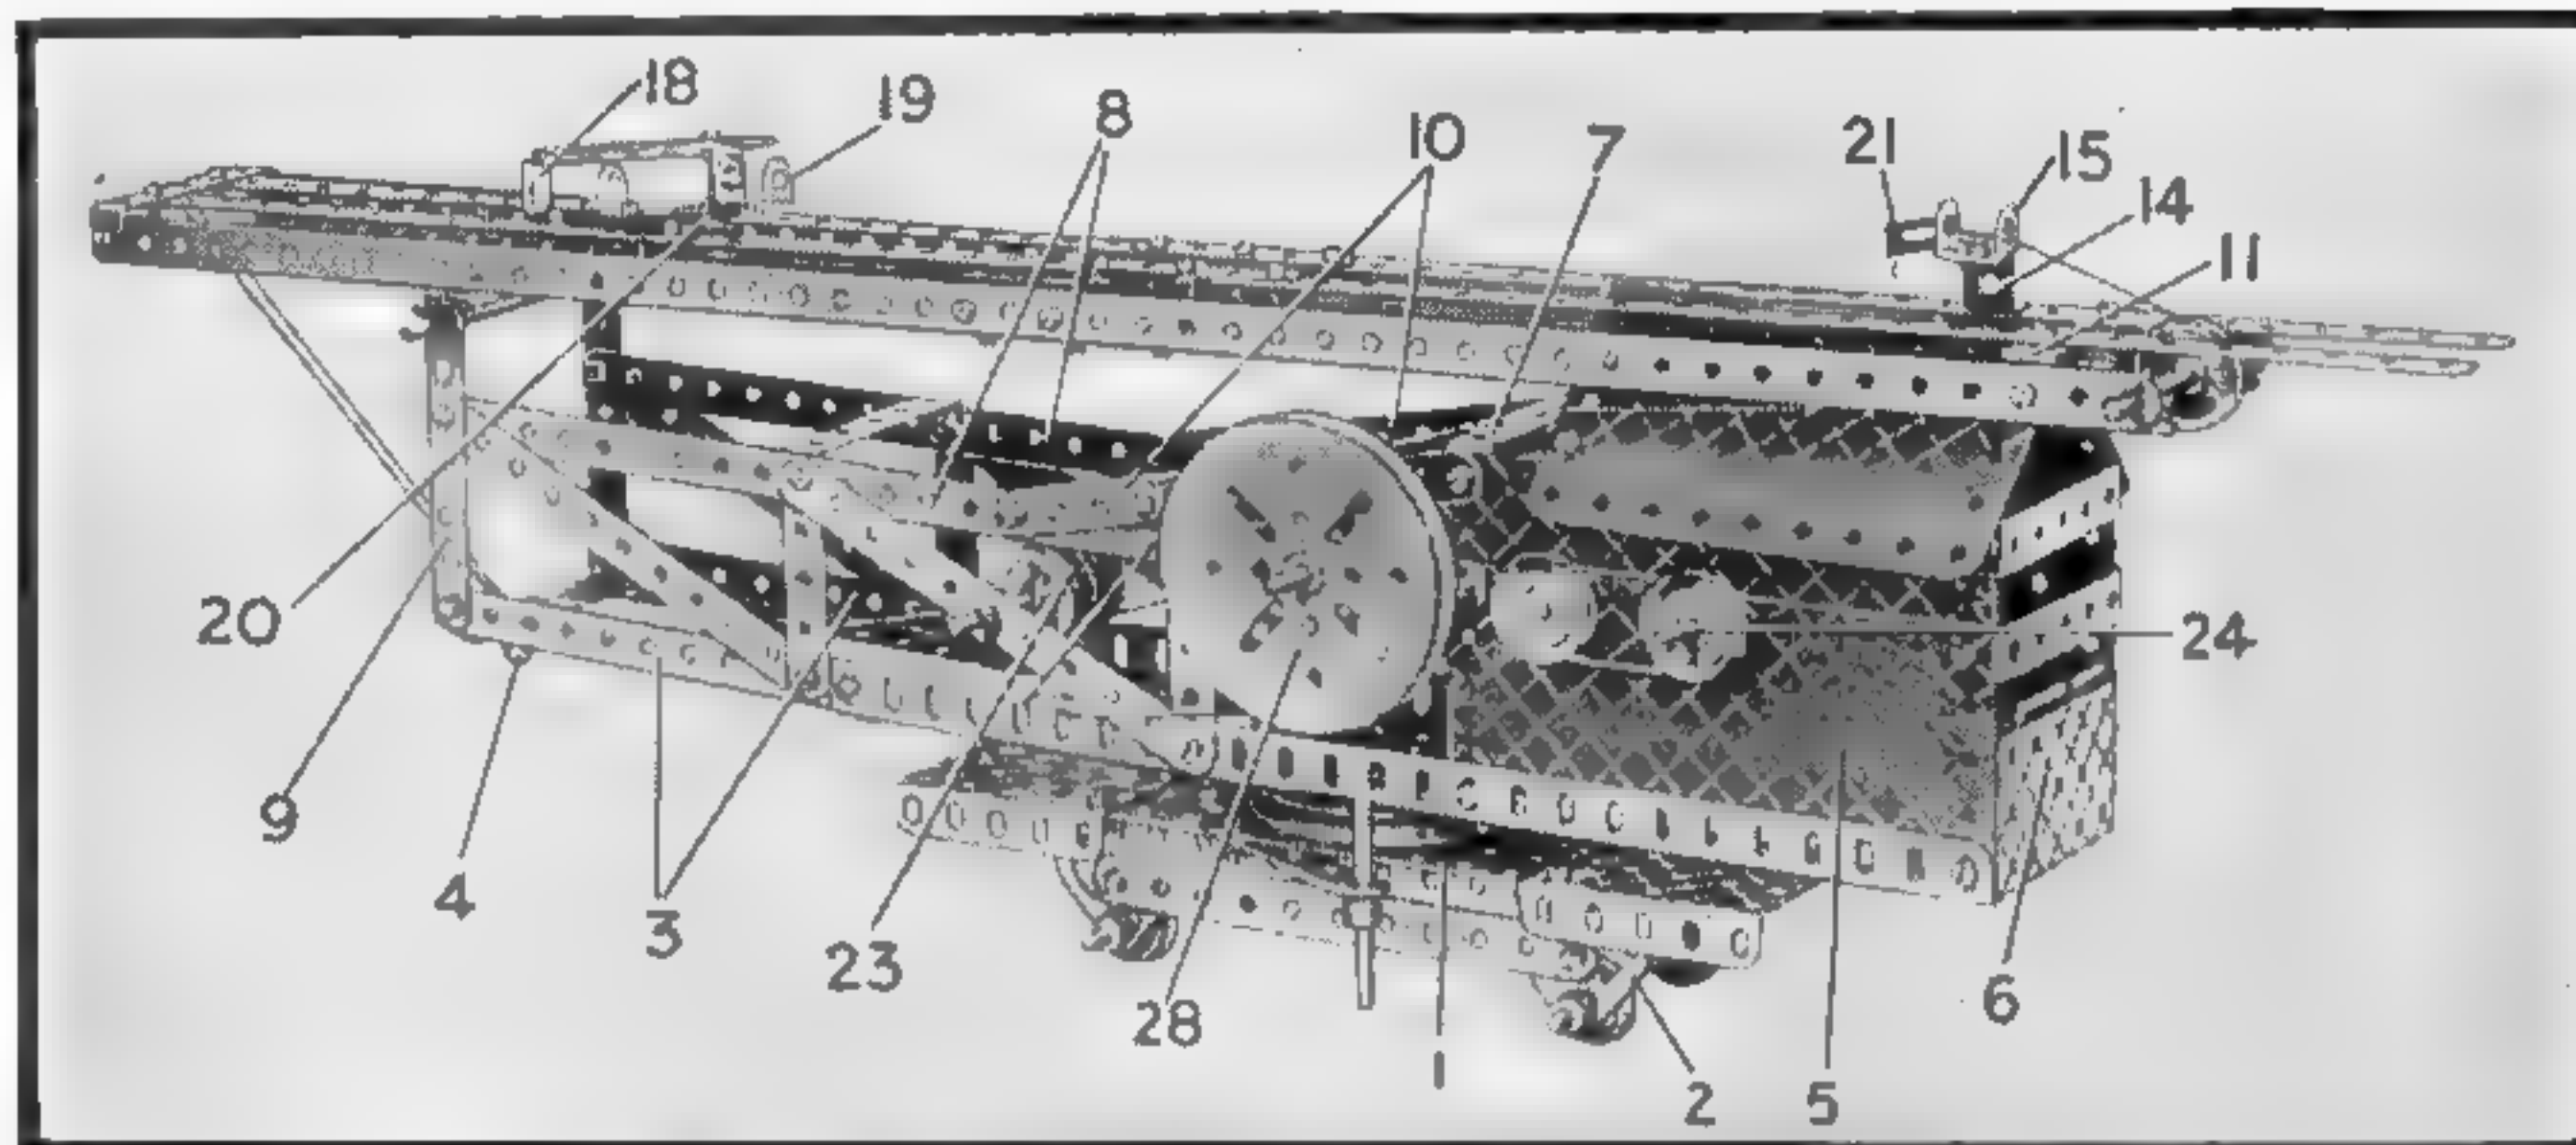

Fig. 3. Machine à enfoncer les pieux en ordre de marche.
lant. Celui-ci consiste en une Plaque à Rebords de 14×6 cm. à chaque extrémité de laquelle est fixée une Plaque à Rebords de 9×6 cm. Ces deux dernières Plagues sont reliées à l'aide de deux Bandes de 14 cm., dont on voit l'une (1) sur la figure 3. Deux Embases Triangulées